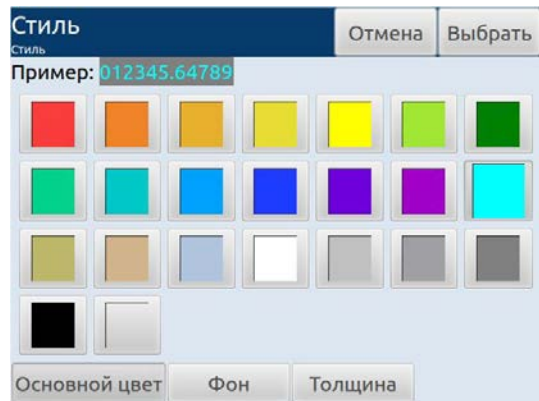

Рисунок 2.20
- цвет шрифта и фона (см. рисунок 2.20).